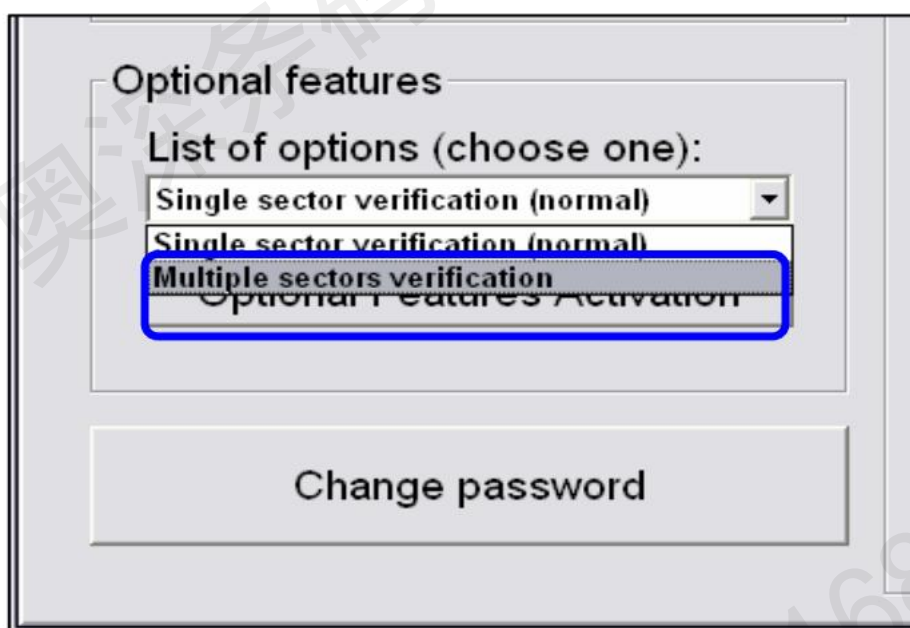

图6: [Multiple sectors verification]选项
2. 点击[Setup]标签，在[Optional features]区块中选择[Multiple sectors verification](图6)。